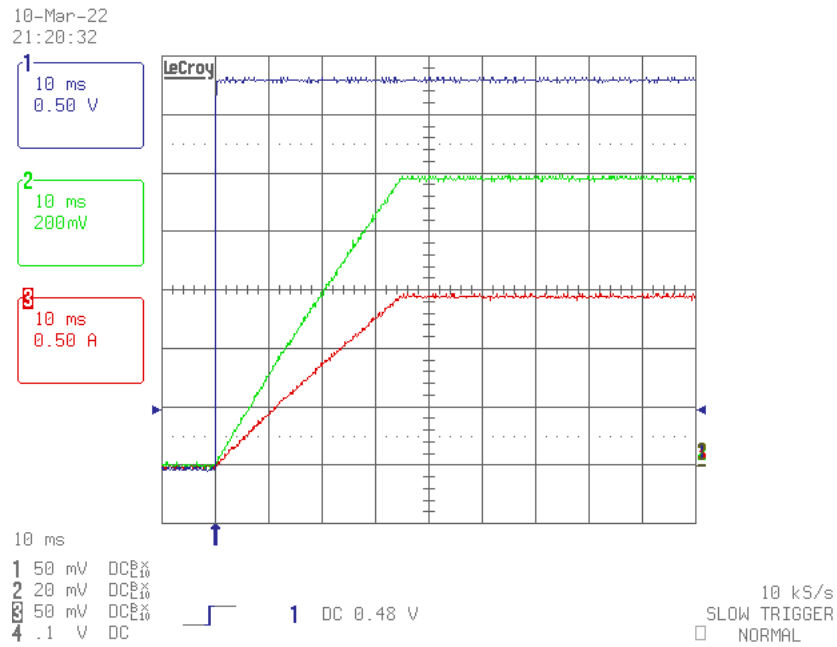

图 2-1. TPS7A74EVM-068 导通
或者，通过将外部函数发生器连接到 TP1 (EN) 和附近的 GND 接线柱 (J17)，用户可以在施加 VIN 后启用或禁用 TPS7A74 LDO。图 2-1 显示了 TPS7A74EVM-068 在导通期间的结果。蓝色迹线表示使能电压，绿色迹线表示输出电压，红色迹线表示负载电流。